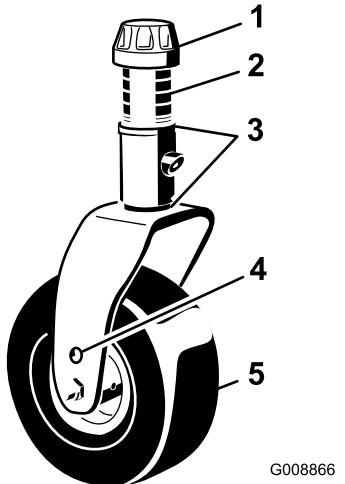

Bild 22
- Stecken Sie die Laufradachsen in allen Laufradgabeln in die gleichen Löcher (Bild 22 und Bild 24).
- Entfernen Sie die Spannkappe von der Spindelwelle und ziehen die Spindel aus dem Laufradarm heraus (Bild 22).